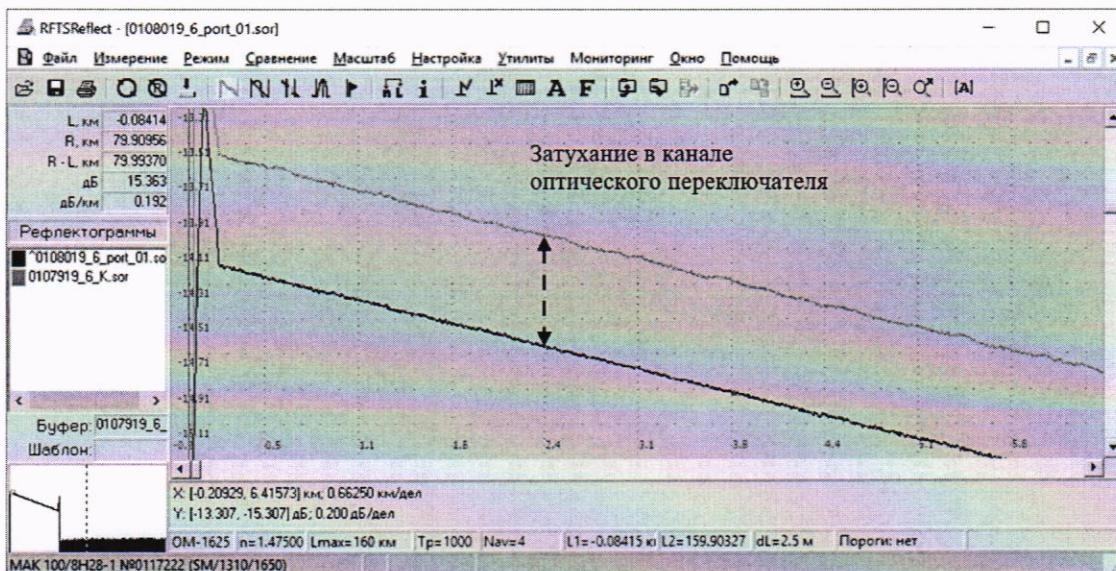

Рисунок 14
- по экрану ПК определить разность между уровнями рефлекограмм, применив увеличение масштаба по горизонтали и вертикали (см. рисунок 14). Эта разность является затуханием в канале порта оптического переключателя;